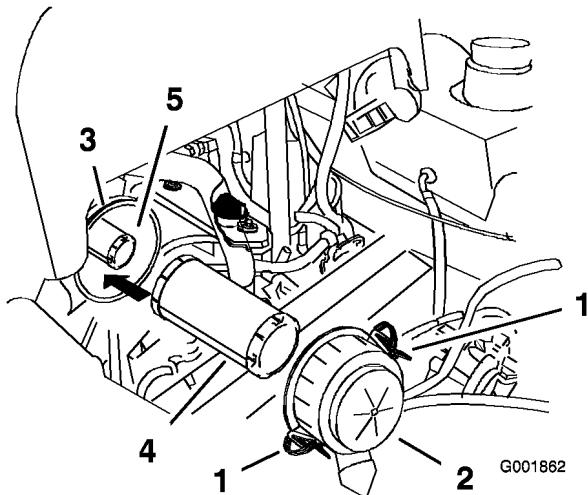

Bild 35
- Lösen Sie die Riegel am Luftfilter und ziehen Sie die Abdeckung vom Luftfiltergehäuse ab (Bild 35).
- Schieben Sie den Hauptfilter vorsichtig aus dem Luftfiltergehäuse heraus (Bild 35). Vermeiden Sie ein Anstoßen des Filters an der Seite des Gehäuses.
- Reinigen Sie nicht den Papierfilter. Tauschen Sie ihn nach jeweils 200 Betriebsstunden aus (Bild 35).
2. Wenn Sie den Sicherheitsfilter austauschen, schieben Sie ihn vorsichtig in das Filtergehäuse ein (Bild 35).
3. Schieben Sie den Hauptfilter vorsichtig auf den Sicherheitsfilter (Bild 35). Stellen Sie sicher, dass dieser einwandfrei einliegt, indem Sie beim Einbauen auf den äußeren Rand des Filters drücken.
4. Bringen Sie die Luftfilterabdeckung mit der Seite an, auf der UP gestanzt ist, und rasten Sie die Riegel ein (Bild 35).